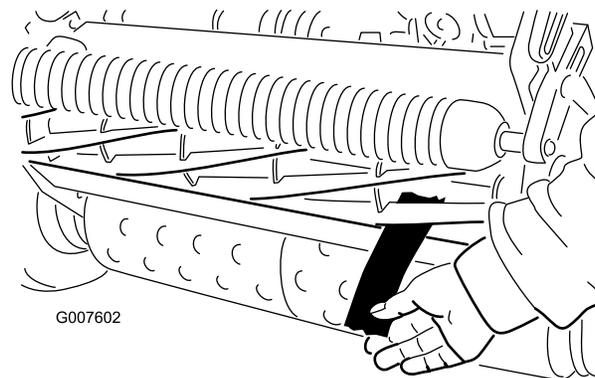
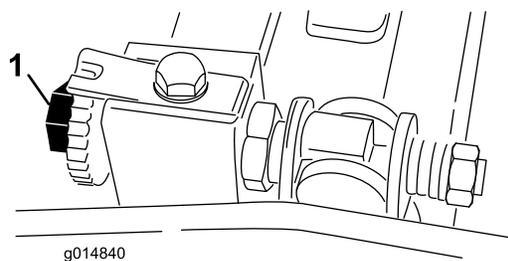

図 46
図 45
6. 両側の調整ができれば最終確認を行う：紙片をリールの前から差し込んだ時にははさむだけ、下から差し込むと切れるのが正しい調整である(図46)。リールと下刃のごくわずかの接触で紙が切れなければいけない。接触を強くしないと切れない(リール回転トルクが0.8Nm上)場合には、鋭利な刃先を取り戻して精密なカットができるようにバックラップか研磨を行うことが必要； トロ研磨マニュアルを参照。
2. ベッドバー調整ネジ(図45)を左に回して、リールと下刃の接触を完全になくす。
4. リール前面の左右いずれかの端を選び、リールと下刃の間に、長く切った新聞紙片を差し入れる(図46)。リールをゆっくり前回転させながら下刃調整ネジを締める(新聞紙を入れた側の調整ネジを、1目盛りずつゆっくりと)。新聞紙を前から(ベッドナイフの上面に平行に)入れると軽く挟まれ、引き抜くのに少し力が必要な程度に調整する(図45)。